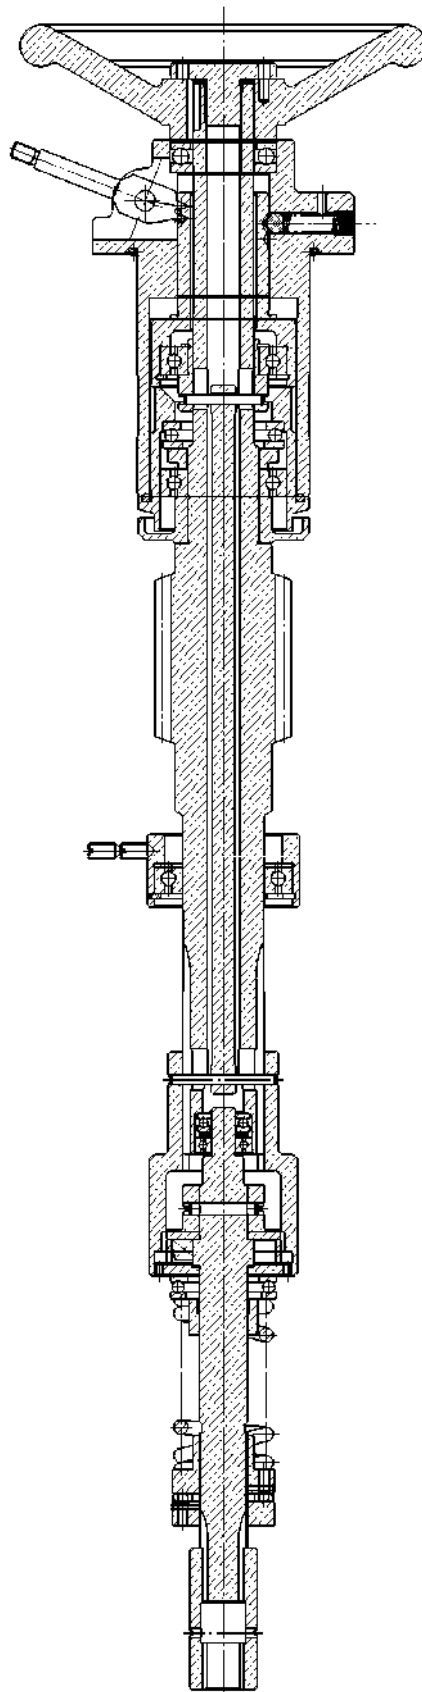

Рис. 10-2 Червячный винт/Червячный вал
(1) Червячный винт/вал (Рис. 10-2)